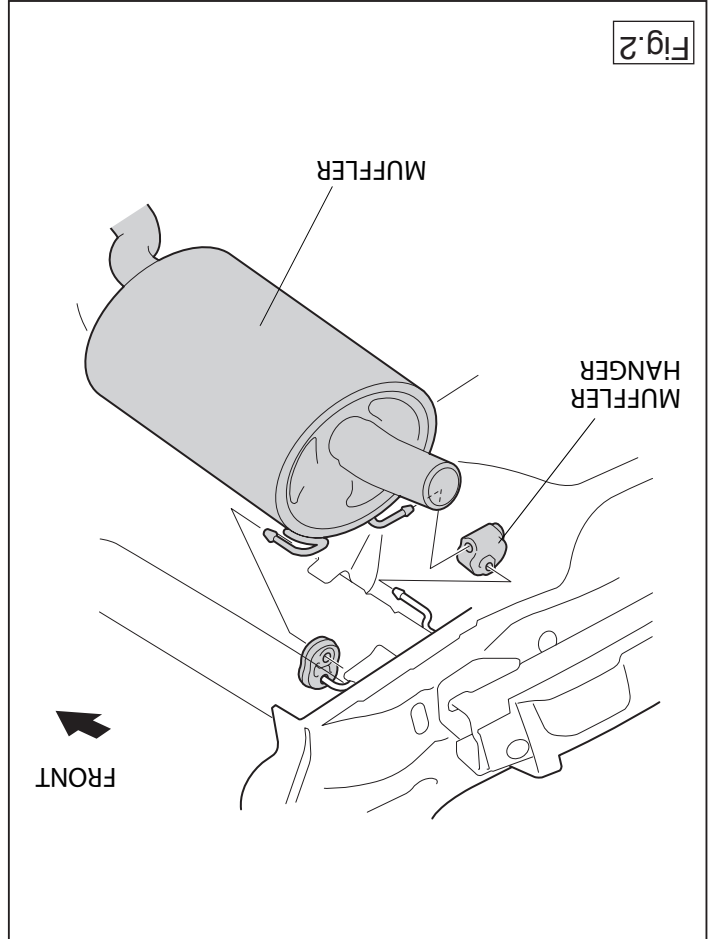

Fig.2
2. Release the exhaust pipe from its last two holders. See figure 2.
2. Détachez l'échappement des attaches en caoutchouc postérieures. Voir la figure 2.
2. Den Auspuff aus den hintersten Gummiaufhängungen nehmen. Siehe Abbildung 2.
2. Tag udstødningen ud af de bageste ophænggummier. Se fig. 2.